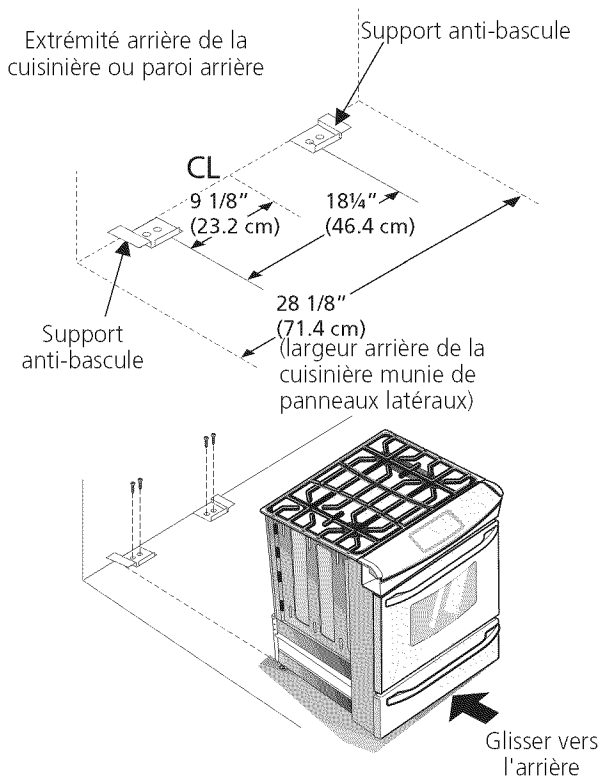

Figure 12
1. Dépliez le gabarit de papier et placez-le à plat sur le plancher, l'endos et les extrémités des côtés exactement à l'endroit où l'arrière et les côtés de la cuisinière seront placés lors de l'installation (utilisez le diagramme ci-dessous pour localiser les supports anti-basculés si le gabarit de papier n'est pas disponible (Figure 12)).